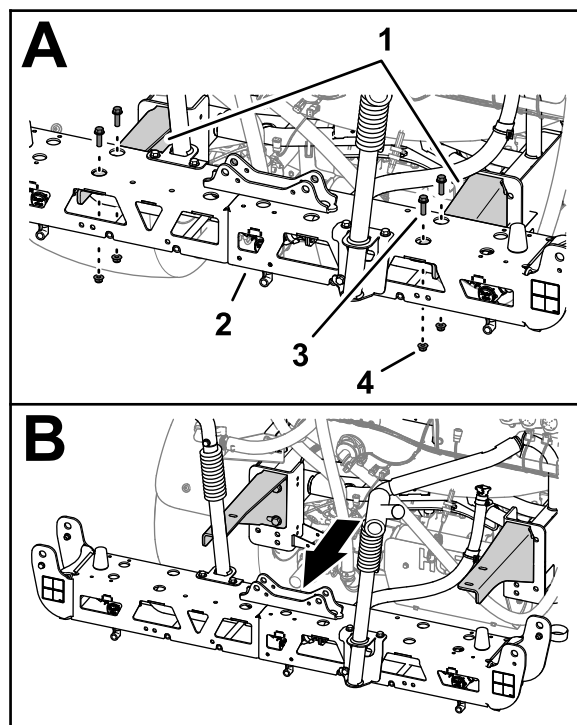

Figura 49
- Retire los 4 pernos con arandela prensada ($\frac{3}{8}$ " x $1\frac{1}{4}$ ") y las 4 contratuercas con arandela prensada ($\frac{3}{8}$ ") que sujetan la sección de fumigación central a los soportes (Figura 49).
- Eleve la sección de fumigación central (Figura 49), y retírela de la máquina.